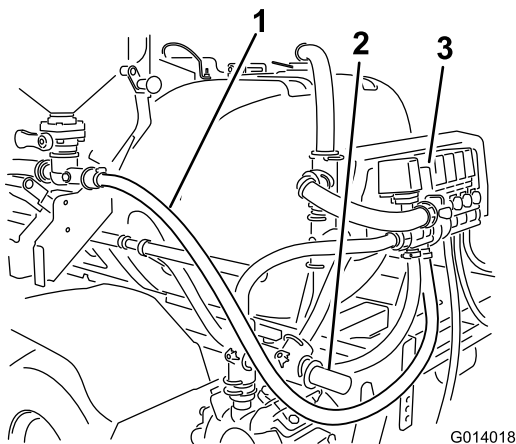

Figura 27
- Pase el extremo abierto de la manguera hacia atrás. La manguera pasa por la bomba y vuelve hacia el conjunto de las válvulas por debajo de la válvula de alivio (Figura 27).